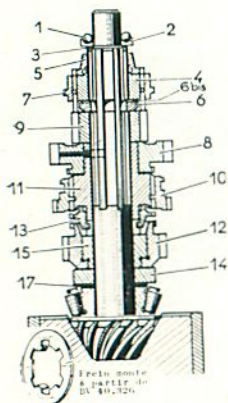

Figure BV 38.
Montage définitif de l'empilage sur l'arbre pignon d'angle (fig. BV 38)
Si nécessaire modifier la position de la rondelle. Dégager le support (4). Monter le frein de la rondelle de blocage (6 bis, fig. BV 38).